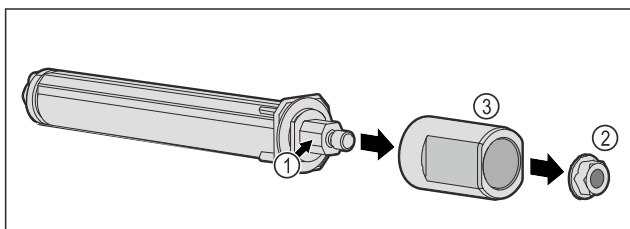

Fig. 58
- ▶ Ikke demonter dørlåsesystemet Fig. 58 (1).
- ▶ Fjern mutteren Fig. 58 (2).
- ▶ Fjern hylsen Fig. 58 (3).